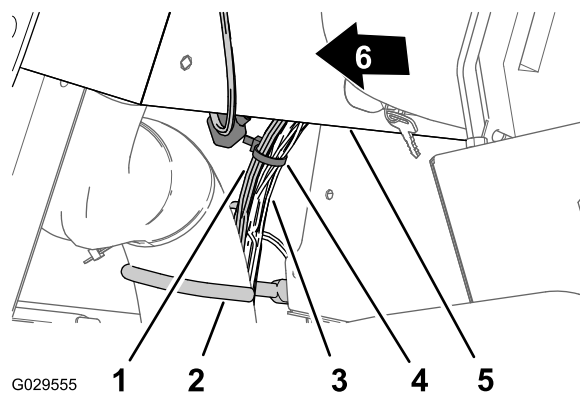

図 16
5. ケーブルホース用フックの近くで、ダッシュパネル用の 240cm の枝線を、車両用ワイヤハーネスにケーブルタイで縛りつける 図 16。